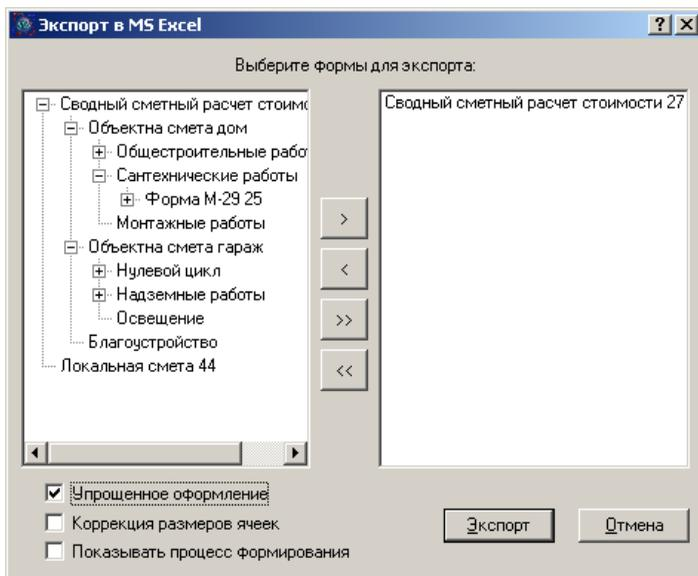

Рис. 7.2 Диалоговое окно экспорта файла SmetaWIZARD в MS Excel.
- 3) В открывшемся диалоговом окне «*Экспорт в MS Excel*» (Рис. 7.2) выберите формы, которые необходимо экспортировать, и двойным щелчком или с помощью кнопки  – «Добавить» добавьте их из левой панели в правую и нажмите кнопку «Экспорт». Результатом экспорта станет электронная таблица MS Excel.